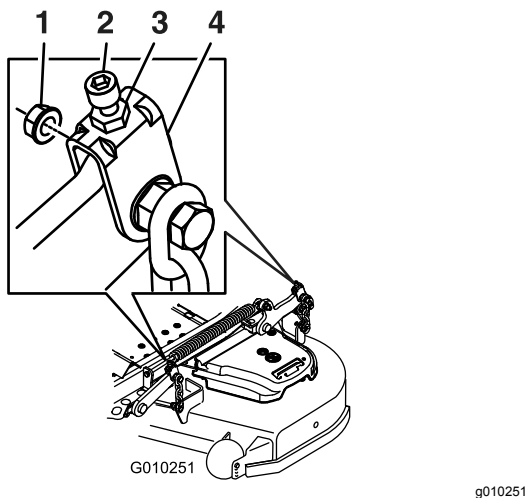

Figura 90
10. Si es necesario, afloje la tuerca "whizlock" del lateral de la horquilla y la contratuerca de la parte superior (Figura 90).
17. Gire el tornillo de ajuste hasta obtener una altura de 8.3 cm (3¼") (Figura 90).